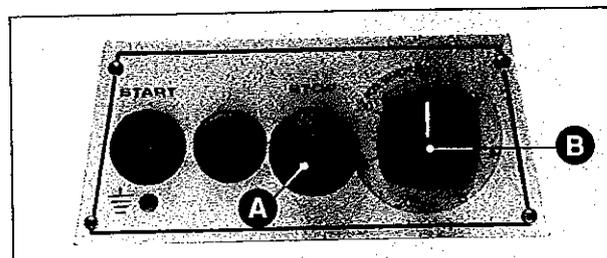

Fig. 6
A la fin du temps de travail prévu, appuyer sur le bouton-poussoir d'arrêt (Fig. 6 A).
N.B.: pour les machines équipées d'une minuterie (Fig. 6 B), l'arrêt se produit automatiquement.